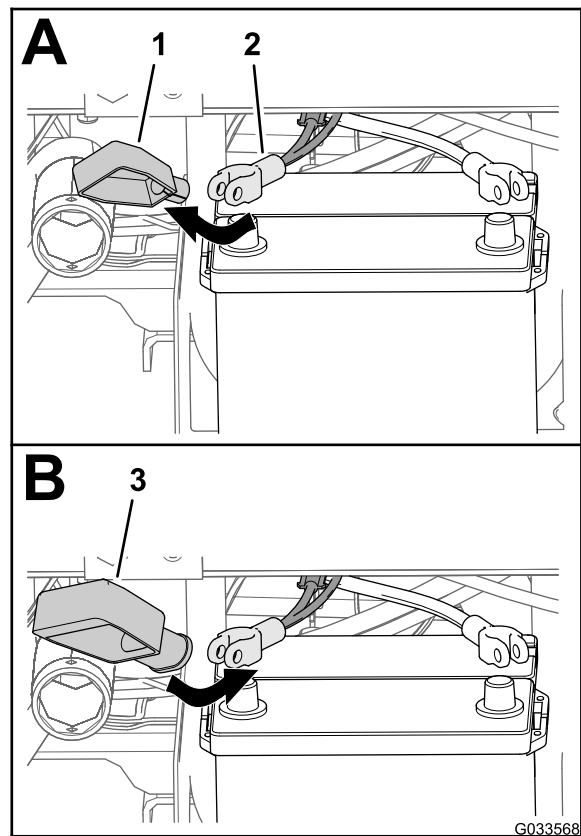

Figure 28
2. Retirez le petit capuchon du câble positif de la batterie (Figure 28).
3. Enfilez le grand capuchon sur le câble positif de la batterie, comme montré à la Figure 28.